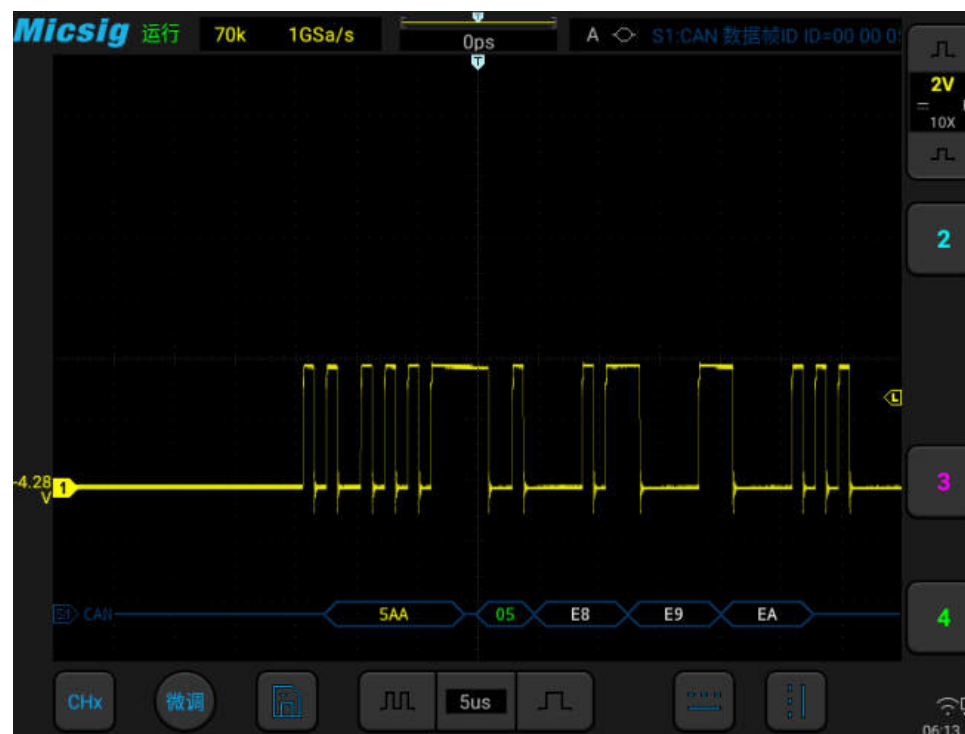

图12-16 CAN 图形界面
- (1) 轻点 S1 打开解码通道，向左轻扫 S1 打开总线配置菜单；
- (2) 选择总线类型为“CAN”，依次点选“Ch1”“CAN_H”“500kb/s”，FD 波特率设置为“无”，设置完成后点按空白区域关闭菜单；
- (3) 打开触发方式配置菜单，点选“帧起始”；
- (4) 依据信号幅值调节阈值电平；CAN 触发图形界面见图 12-16：